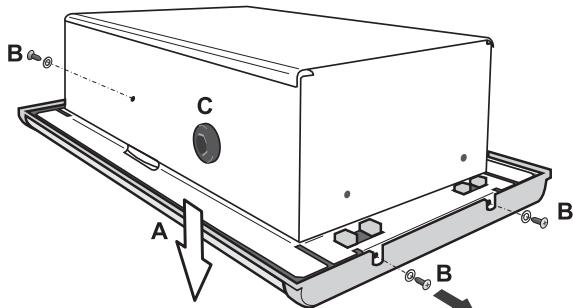

Fig. 1
- Sganciare la griglia frontale (A) rimuovendo le tre viti autofilettanti e relative rondelle (B) che la fissano alla scatola da incasso (fig. 1);
- Aiutandosi con un cacciavite, praticare un foro passante nei passacavo (C) presenti sui lati della scatola.
- Unhook the front grille (A) by removing the three self-tapping screws and the washers (B) securing it to the box for wall mounting (Fig. 1);
- With the help of a screwdriver, make a through hole in each cable gland (C) on the sides of the box.
- Décrocher la grille frontale (A) en enlevant les trois vis autotaraudeuses et les rondelles (B) qui la fixent au boîtier à encastrer (Fig. 1) ;
- À l'aide d'un tournevis, percer un trou passant dans les passe-fil (C) présents sur les côtés du boîtier.
- Haken Sie das vorderseitige Gitter (A) aus, indem Sie die drei gewindeformenden Schrauben und die dazugehörigen Unterlegscheiben (B) entfernen, die es am Einbaukasten befestigen (Abb. 1);
- Bohren Sie im Hinterseite eines Schraubenzieher sein durchgängiges Loch in die Kabeldurchgänge (C) an den Seiten des Einbaukastens.
- Maak het frontrooster (A) los, door de drie zelftappende schroeven met bijbehorende sluitringen (B) weg te nemen die het rooster op zijn plaats houden op de inbouwdoos (fig. 1);
- Maak met een schroevendraaier een doorvoergat in de kabeldoorvoer (C) aan weerszijden van de behuizing.
- Desenganchar la rejilla frontal (A) quitando los tres tornillos de rosca golosa y sus correspondientes arandelas (B) que la fijan a la caja para empotrar (fig. 1);
- Con un destornillador, hacer un agujero pasante en los pasacables (C) presentes en los lados de la caja.